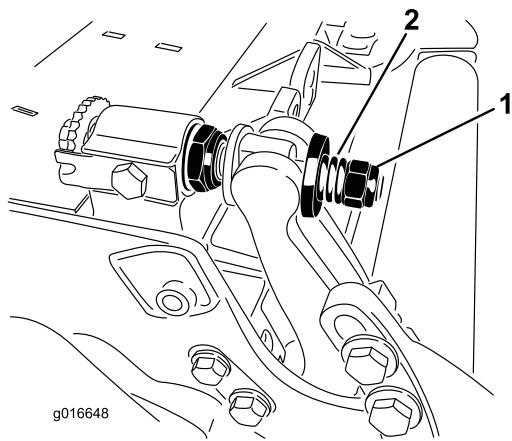

図 33
5. スプリングがつぶれるまでテンションナットを締め、そこから半回転戻す図 33。
- 各ベッドバーアジャスタアセンブリを締め付けて圧縮スプリングを完全に圧縮し、そこから1/2回転だけ戻す図 33。